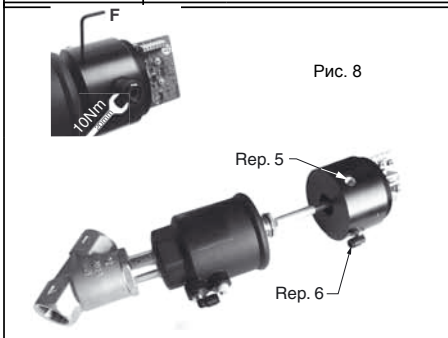

Рис. 8
- 1- Снятие блока для замены (рис. 8)